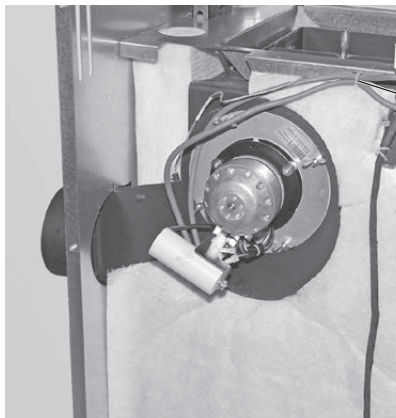

Fig. 27 Riavvitare il ventilatore gas combusti ruotato di 90°
- ▶ Riavvitare il ventilatore gas combusti ruotato di 90° – Fig. 27.